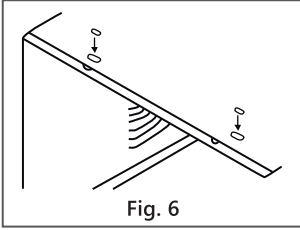

Fig. 6
- I. Añadir dos insertos de espuma a los orificios de la parte superior del gabinete donde se quitaron los tornillos de envío (véase la Fig. 6).
B. Fije la junta de espuma al carril superior por encima de los orificios como se muestra en la Fig. 6.